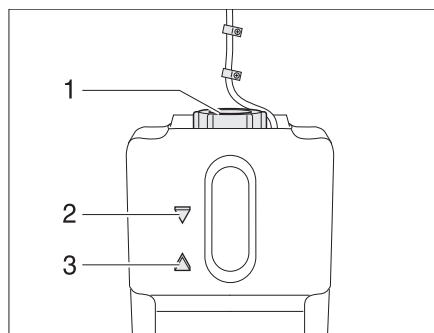

Fig. 163 Vase d'expansion pour le chauffage à eau chaude
- Contrôler si le liquide se trouve entre les marques "MIN" (Fig. 163,2) et "MAX" (Fig. 163,3) sur le vase d'expansion (Fig. 163).
- Ouvrir le bouchon du vase d'expansion (Fig. 163,1).